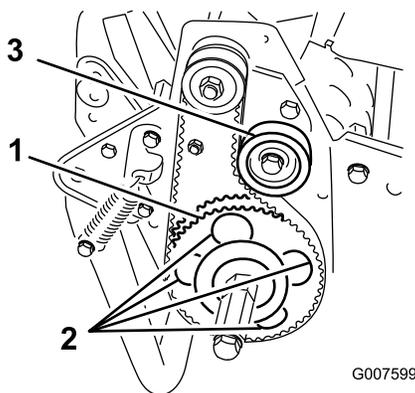

図 44
7. 受動プーリを回して、4つの穴にローラベアリングフランジネジを整列させる 図 44。
- 11. ベルトの張りを調整し、イドラプーリネジを締める 図 44。